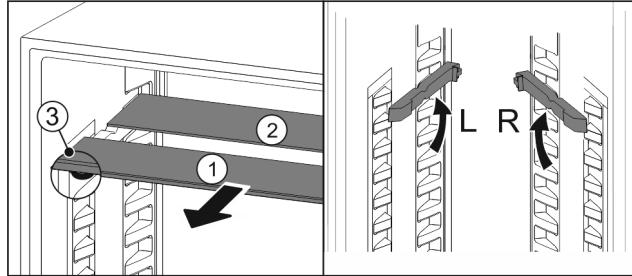

Fig. 24
- По одной извлеките Fig. 24 (1) стеклянные панели движением вперед.